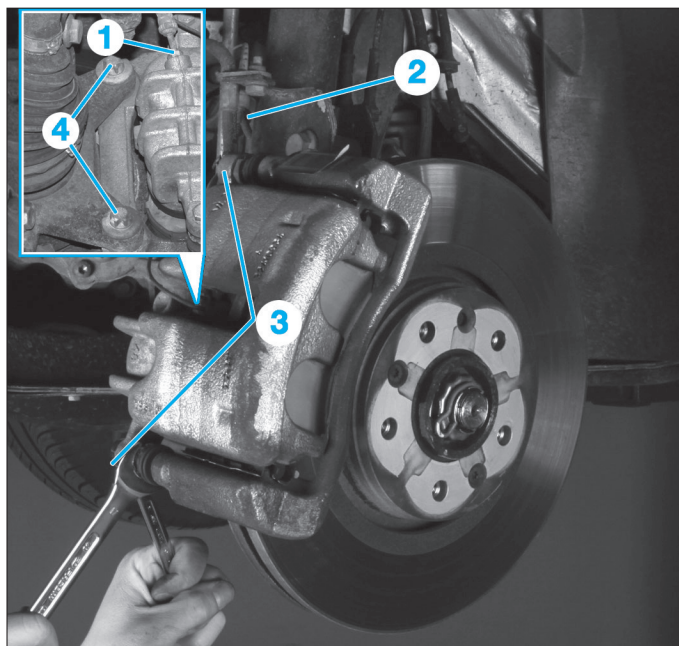

Fig. 4
- Désaccoupler le flexible de frein (1) (Fig.4).